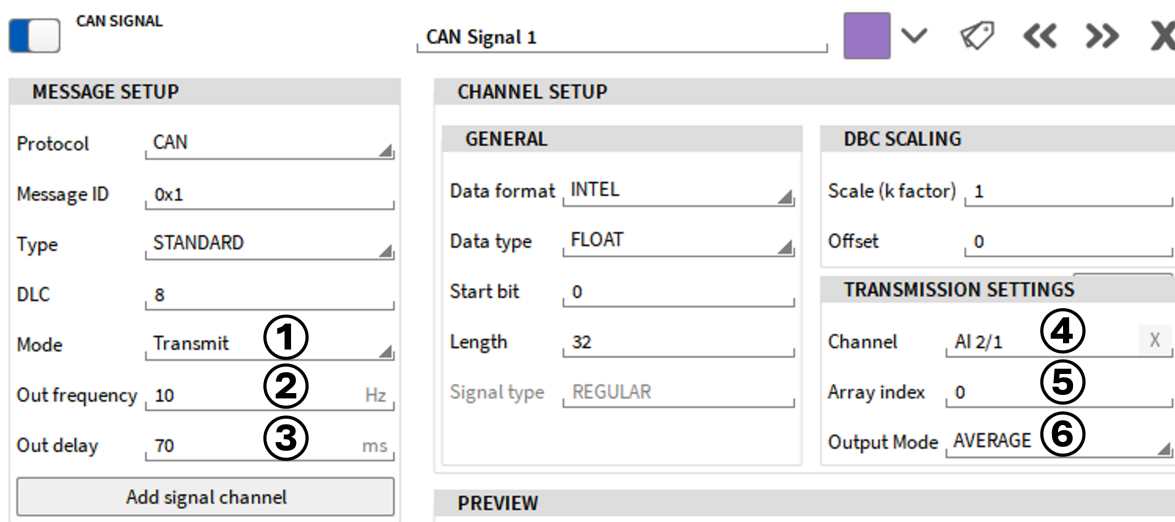
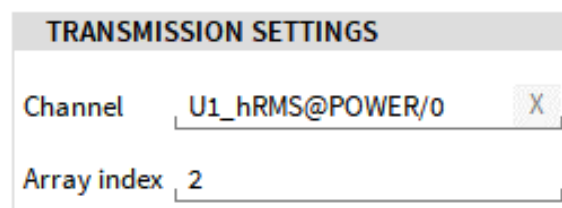

Abb. 7.212: CAN Ausgabe Einstellungen
Abb. 7.213: Ausgabe von Arrayelementen über CAN
Um OXYGEN-Daten über CAN zu übertragen, muss dazu der CAN-Nachrichtenmodus auf *Senden* eingestellt sein (siehe ① in Abb. 7.212).
Die Ausgangsrate kann zwischen 0,1 ... 100 Hz (siehe ② in Abb. 7.212) für jede Nachricht individuell definiert werden. Die Ausgangsverzögerung kann zwischen 1 ... 500 ms (siehe ③ in Abb. 7.212). Ein dedizierter OXYGEN skalarer Zeitbereichskanal (d.h. Analog oder digitaler Eingang, Leistungswert wie Wirkleistung oder ein anderer CAN-Kanal) kann einem CAN-Signal zugewiesen werden, indem der Kanal
gezogen oder sein Name in den *Channel*-Bereich der *Transmission Settings* eingegeben wird (siehe ④ in Abb. 7.212).
Es ist auch möglich, einzelne Elemente eines Array-Kanals (z. B. Harmonische aus einer Leistungsgruppe) über CAN auszugeben. Fügen Sie dazu den Array-Kanal in den Abschnitt Kanal (siehe ④ in Abb. 7.212) der Übertragungseinstellungen ein und geben Sie den Index der Array-Elemente, die ausgegeben werden sollen, in Array-Index ein (siehe ⑤ in Abb. 7.212). Als Beispiel: Wenn die zweite Oberschwingung eines Spannungskanals über CAN ausgegeben werden sollen, geben Sie den Namen des Oberschwingungskanals im Abschnitt Kanal ein, z.B. `U1_hrMS@POWER/0` und geben Sie den Index 1 im Abschnitt Array-Index ein (siehe Abb. 7.213).
Die Einstellung *Ausgabemodus* (siehe ⑥ in Abb. 7.212) bietet zwei Optionen: *AVERAGE* berechnet den linearen Mittelwert über eine Ausgabeperiode, und *LAST\_VALUE* gibt den letzten gültigen Messwert aus.
die *Ausgabeverzögerung* eingeführt (siehe ③ in Abb. 7.212). Dies ist die Zeit, in der die Daten vor dem Senden verzögert werden. Die folgenden Grafiken zeigen den Unterschied zwischen zwei einzelnen Einstellungen: